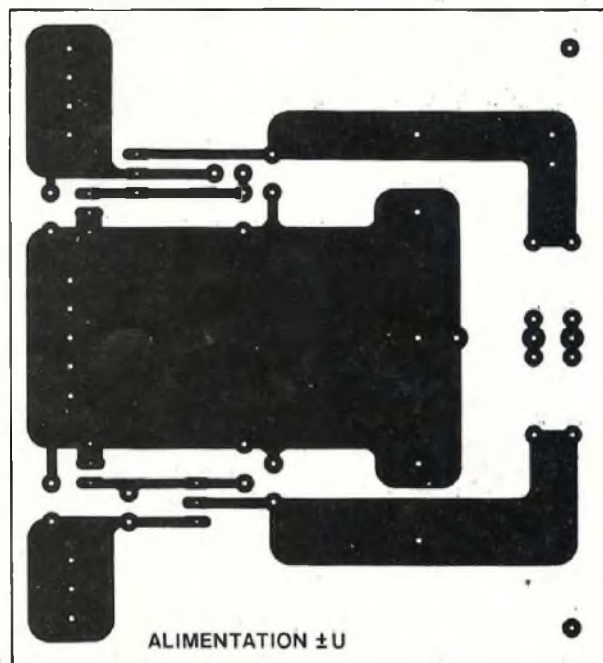

Fig. 8D
- L'alimentation régulée ± 15 V en figure 8D est à reproduire en un seul exemplaire. Elle est surdimensionnée.